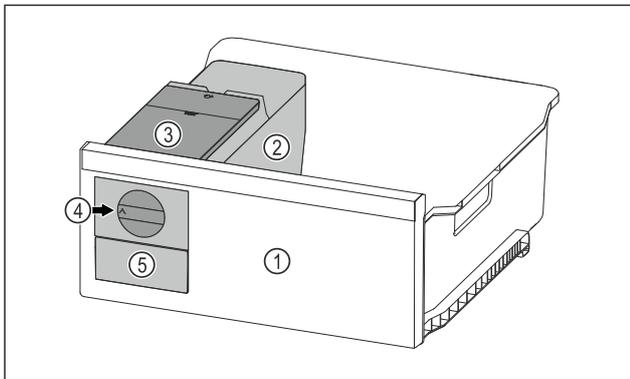

Fig. 38 Représentation à titre d'exemple
- ▶ Tourner le bouton rotatif Fig. 38 (4) dans le sens horaire jusqu'à la butée.
- ▷ Les glaçons tombent du bac à glaçons dans le tiroir à glaçons Fig. 38 (5).